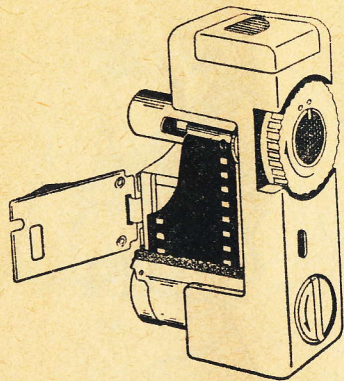

Рис. 7.
5.1.3. Открыть прижимной столик 19, установить кассету с фотопленкой в фотоаппарат. Вставить конец фотопленки в прорезь приемной катушки 16 так, чтобы он вышел через противоположную прорезь катушки. Убедиться в том, что фотопленка лежит на ползках фильмового канала без перекосов, а зуб приемной катушки и зубья звездочки 15 входят в перфорации фотопленки (рис. 7).